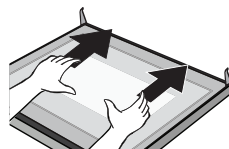

Figura 3
3. Ponga la puerta en plana con el tirador hacia tu misma, ponga tus manos sobre el vidrio interior para empujar hacia adelante. (Figura 3)